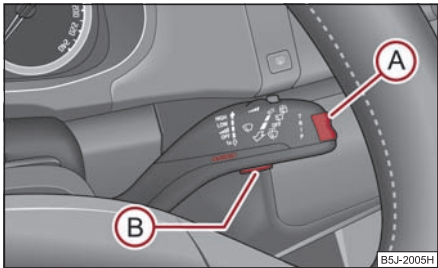

Fig. 26 Ecran d'informations: Eléments de commande
- Vous pouvez activer le menu en appuyant pendant plus d'1 seconde sur l'interrupteur **A** ⇒ fig. 26.